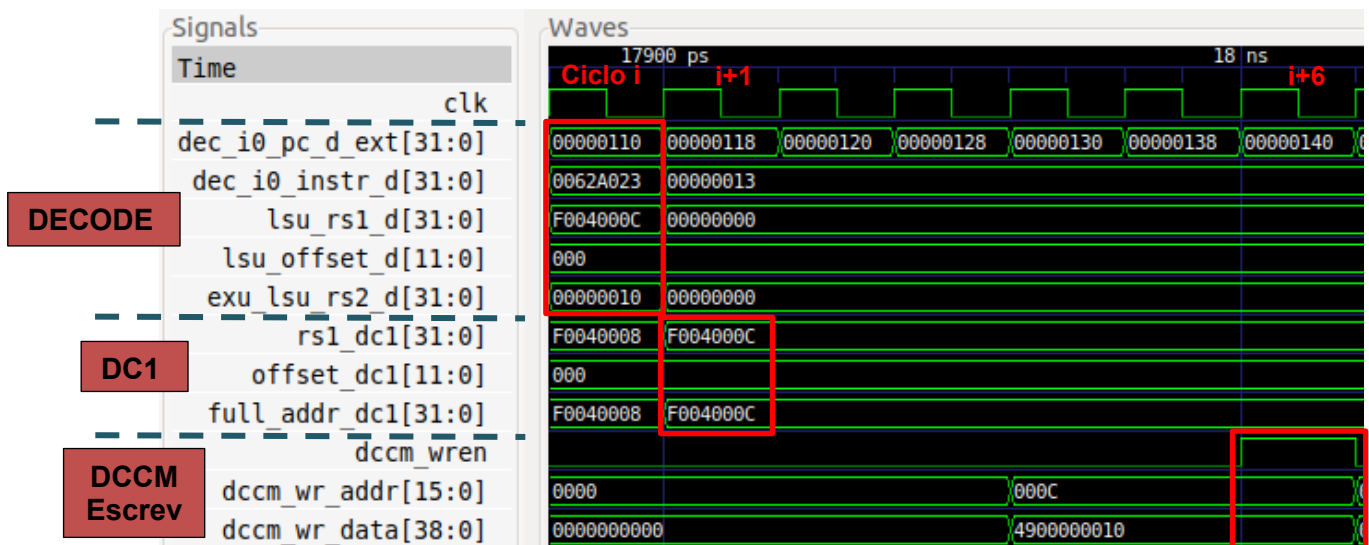
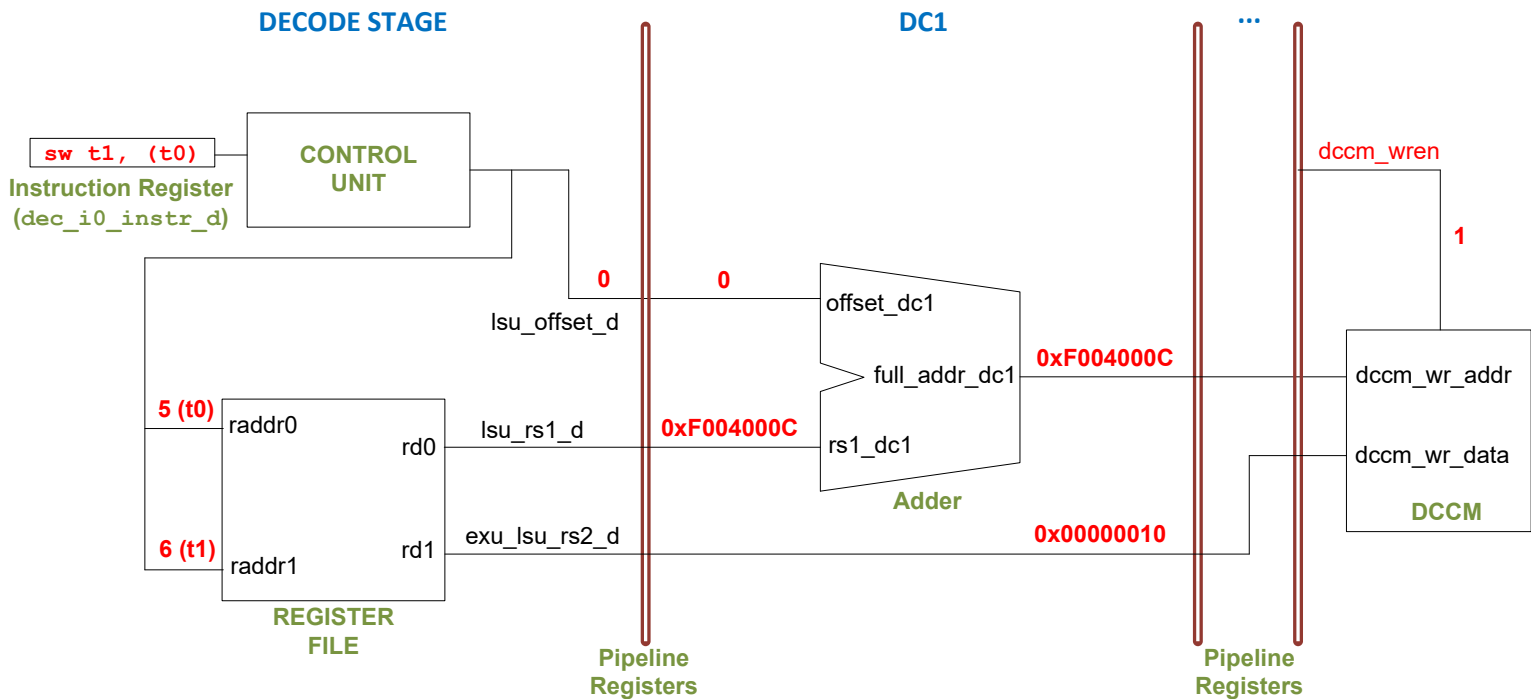
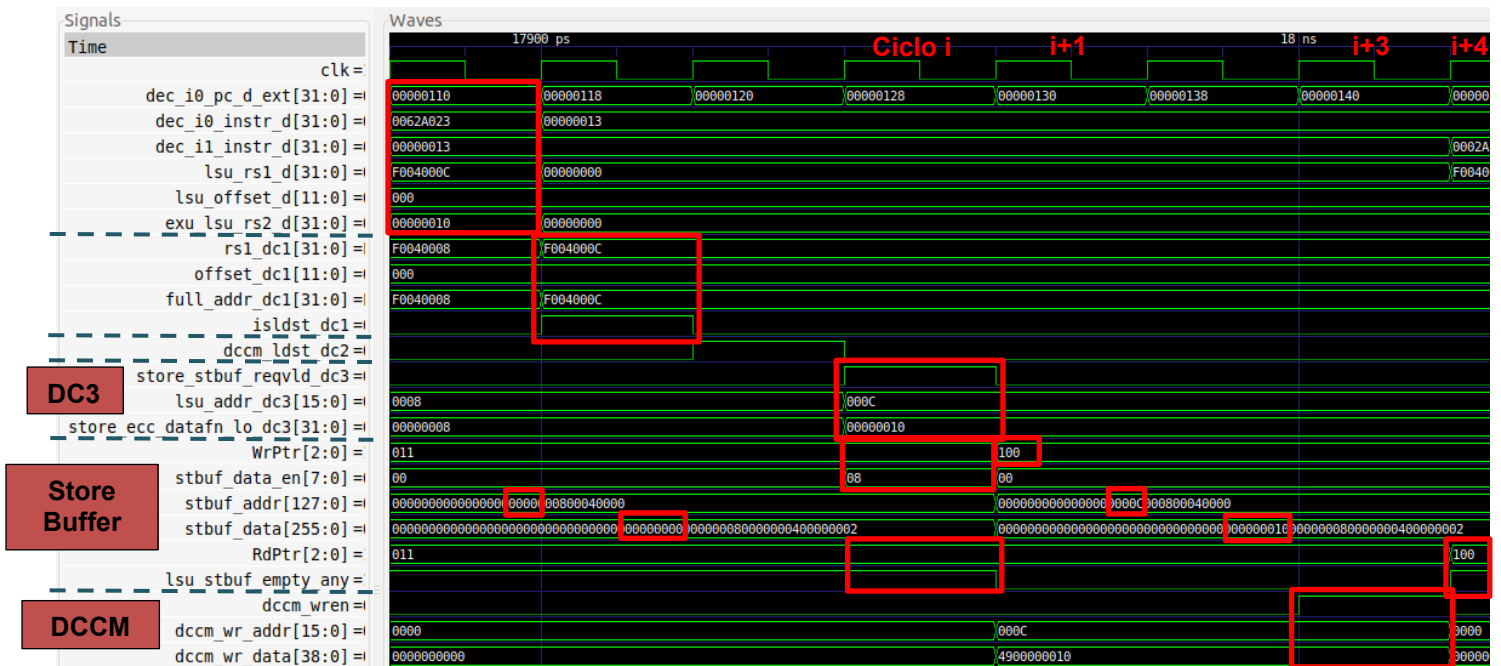
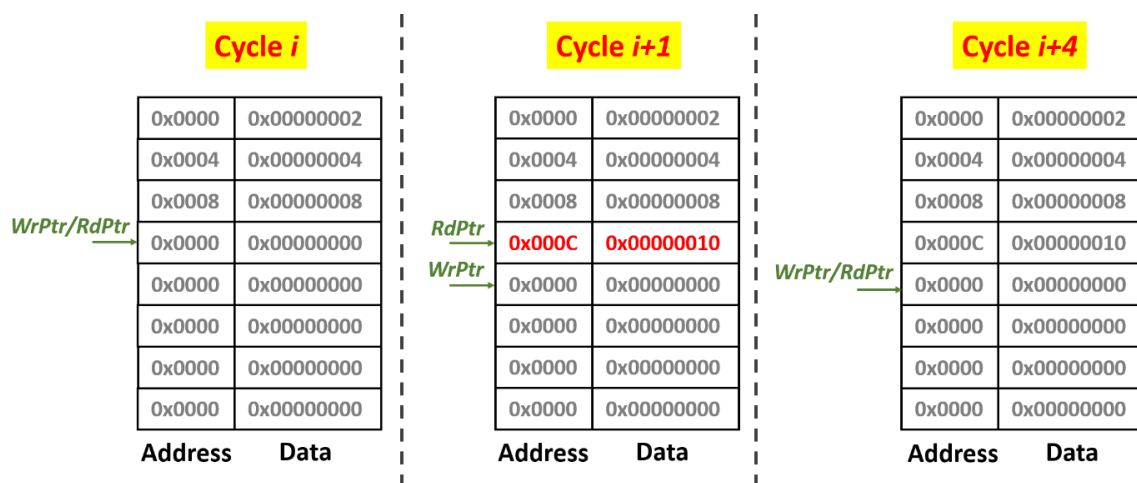

Figura 12 Simulação Verilator para o exemplo de Figura 11
Figura 13 Vista de alto-nível da execução da instrução `sw` no SweRV EH1
Figura 18 . Simulação do Verilator para o exemplo da Figura 11 ilustrando a operação *Store Buffer*
Figura 19 . O Store Buffer muda durante o exemplo da Figura 18
Figura 12 mostra a execução da instrução `sw` durante a quarta iteração do ciclo da Figura 11. Qualquer iteração, exceto a primeira, pode ser analisada. Como é habitual, a primeira execução de uma instrução não deve ser utilizada para evitar *misses* na cache de instruções (I\$).
Figura 13 mostra uma vista de alto-nível do pipeline SweRV EH1 durante a execução da instrução *sw* durante a quarta iteração do ciclo da Figura 11. O registro *t1* (que contém o valor a escrever na memória) é 0x10 e *t0* (que contém o endereço base) é 0xF004000C. Assim, *sw* escreve o valor 0x10 no endereço 0xF004000C do DCCM. A figura mostra os nomes reais utilizados nos módulos Verilog do processador SweRV EH1. Note-se que a figura funde o estado do processador em diferentes ciclos:
Note-se que a escrita não é uma operação crítica em termos de tempo de execução do programa, pelo que pode ser atrasada vários ciclos sem afetar o desempenho. Em contrapartida, as instruções de leitura podem ser críticas, uma vez que leem frequentemente um valor necessário para uma instrução subsequente, pelo que, como mencionado na secção anterior, é implementado um caminho de encaminhamento store-load (não mostrado na Figura 13), que poupa os acessos à memória e evita paragens no pipeline em caso de conflito de dados entre uma escrita e uma leitura subsequente para o mesmo endereço de memória. Analisamos esta situação no Lab 15.
TAREFA: Replicar a simulação da Figura 12 no seu próprio computador. Siga os passos seguintes (descritos em pormenor na Secção 7 das GSG):
Analisar a forma de onda da Figura 12 e o diagrama da Figura 13 em simultâneo. A figura inclui alguns sinais associados aos andares de Decode e DC1, bem como alguns sinais relacionados com a escrita na DCCM, que ocorre vários ciclos depois. Os valores destacados a vermelho correspondem à instrução `sw` à medida que esta atravessa estas etapas.
- **Ciclo i+6: Escrita DCCM:** Após cinco ciclos, o DCCM recebe os dados e o endereço de escrita (`dccm_wr_addr=0x000C` e `dccm_wr_data=0x4900000010`) do *Store Buffer*. Note-se que o DCCM só recebe os últimos 16 bits do endereço (0x000C), porque o seu tamanho real é de 64 KiB na nossa configuração (ver ficheiro *common_defines.vh*) e 16 bits são suficientes para endereçar 2^{16} bytes. Os dados foram precedidos de alguns bits ECC (0x49). Quando o sinal `dccm_wren` é ativado (no ciclo i+6 na Figura 12), a escrita no DCCM fica concluída.
Figura 18 mostra alguns dos sinais relevantes do *Store Buffer* quando se executa o código da Figura 11. Estes novos sinais são adicionados aos que são mostrados na Figura 12. Como nessa figura, Figura 18 mostra a execução da instrução sw na quarta iteração do ciclo.
TAREFA: Replicar a simulação da Figura 18 no seu próprio computador. Utilize o ficheiro `scriptStoreBuffer.tcl` (fornecido em
Os sinais de topo (dos andares de Decode, DC1 e DC2) são apresentados na Figura 12 e aí explicados, pelo que não voltamos a explicá-los aqui. Em DC3 (ciclo i na figura), prepara-se a escrita no *Store Buffer*. O endereço final e os dados a serem escritos na memória pela instrução *store* são enviados para o *Store Buffer* através dos sinais `lsu_addr_dc3` =
Figura 19 mostra como o *buffer de escrita* de 8 entradas evolui no exemplo mostrado na Figura 18. No ciclo i , o *buffer de escrita* está vazio, indicado por `WrPtr == RdPtr`. No ciclo $i+1$, o *Store Buffer* contém um par *endereço/dados* (0x000C/0x00000010), que corresponde ao armazenamento analisado na Figura 18. Finalmente, no ciclo $i+4$, os dados são escritos no DCCM e o *Store Buffer* fica novamente vazio (`WrPtr == RdPtr`).
TAREFA: Modificar o programa de Figura 11 de modo a ter duas escritas pendentes e efetuar uma análise semelhante à da Figura 18.